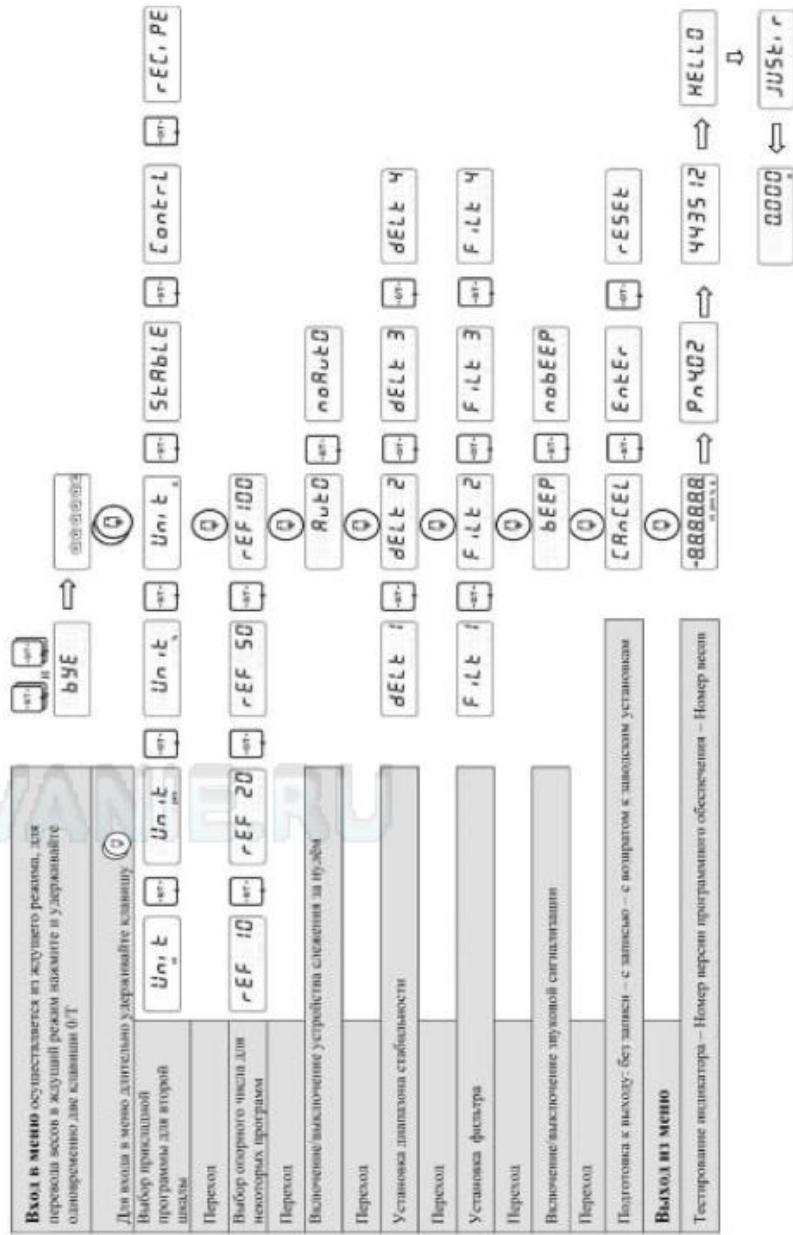

Рисунок 5 – Конфигурация меню
- Переход к следующей опции (рисунок 5) осуществляется коротким нажатием клавиши . Чтобы вернуться к пройденной опции, необходимо заново войти в меню.
##### Установка программы (Рисунок 5)
#### Установка программы (Рисунок 5)